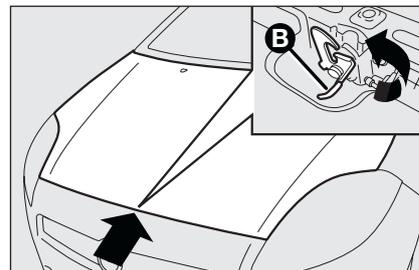

fig. 97
- tirare la levetta **B-fig. 97** e sollevare il cofano.